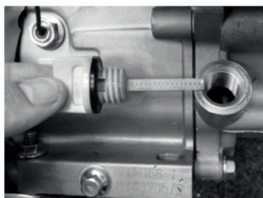

Рис. 15
2. Выкрутите пробку маслозаливной горловины (рис. 15);